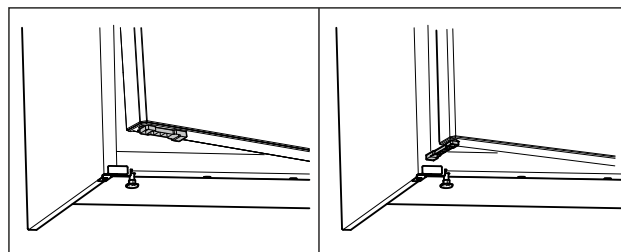

Fig. 59 *
- Drei døråpningsbegrenseren med 90°. (se Fig. 59) *